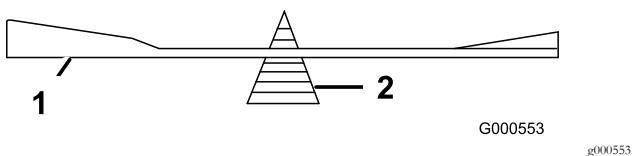

Figura 65
- Verifique o equilíbrio da lâmina colocando-a num equilibrador de lâminas (Figura 65).